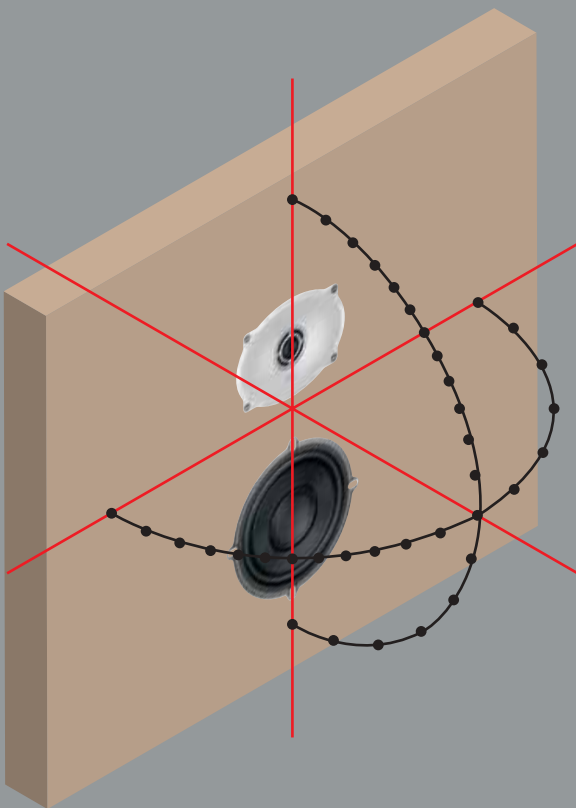
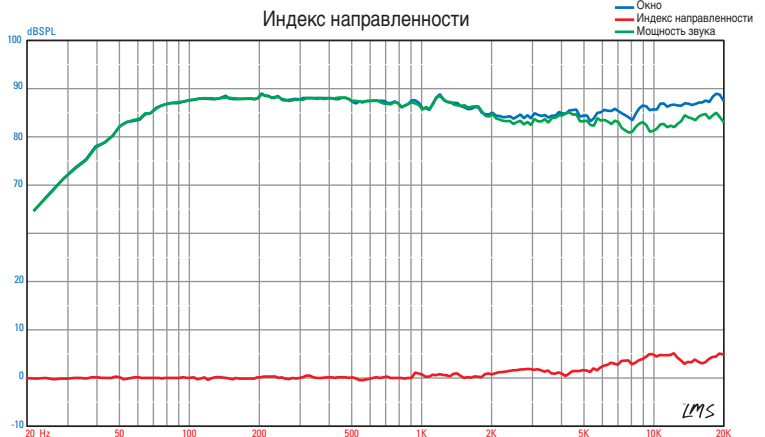

Рис. 7. Измерения проводятся с интервалом в 10 градусов вдоль горизонтальной и вертикальной осей.
Рис. 8. Индекс направленности равен реакции окна минус реакция мощности звука
Индекс направленности (DI) является отношением интенсивности звука в окне прослушивания к средней интенсивности звука, распространяемого под всеми углами (мощность звука). Мы осуществляем измерения динамиков в двух полукруглых схемах вдоль горизонтальной и вертикальной осей динамика (рис. 7). С помощью данных измерений мы определяем размер оптимального окна прослушивания и вычисляем мощность звука динамика. Затем мы сравниваем мощность звука с реакцией в окне прослушивания и составляем индекс направленности для частотных характеристик аудиосистемы. Кривая сверху на рис. 8 является реакцией окна, а кривая внизу является индексом направленности. Кривая направленности указывает разницу в уровне реакции в окне и вне оси (мощность звука). Значения низкой направленности указывают, что звук распространяется под всеми углами, а значения высокой направленности указывают, что звук более сфокусирован по направлению к окну прослушивания. Практическим идеалом является постоянная направленность (линия с бегущей волной) в области низкочастотного динамика и плавный и последовательный восходящий уклон в области кроссовера и сверху.